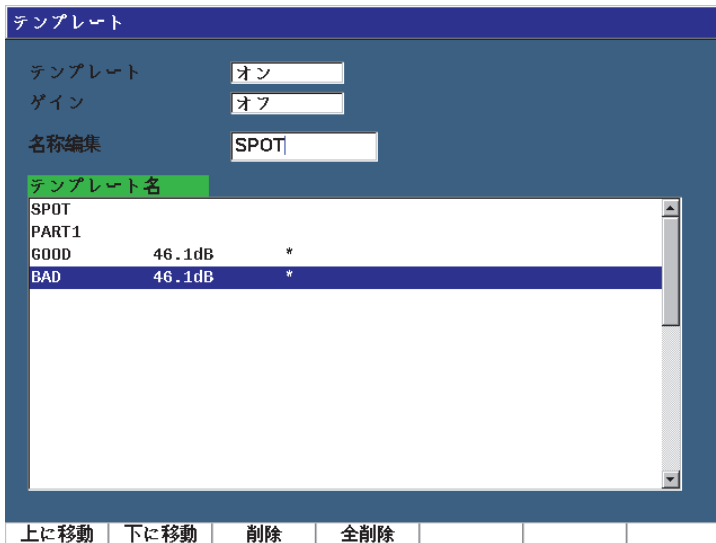

図 11-51 テンプレート設定ページ
1. **テンプレート** > **設定**を選択し、**テンプレート**設定ページを表示します（312 ページの図 11-51 参照）。